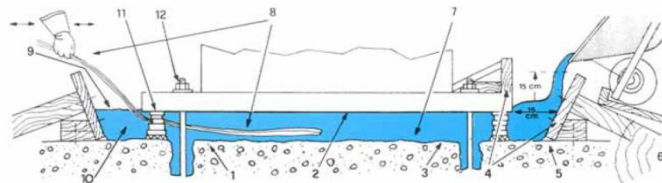

Рисунок 1: Схема применения MasterFlow 980 для высокоточной цементации оборудования.
4. Опалубка должна быть изготовлена из прочного водонепроницаемого материала в целях предотвращения вытекания состава MasterFlow 980 должна быть надежно заанкерована и подперта для того, чтобы выдержать давление состава после заливки и выравнивания. Со стороны, откуда будет заливаться MasterFlow 980, следует предусмотреть зазор в 150 мм между опалубкой (см. рис.1) и основанием станины оборудования. С боковых сторон следует предусмотреть зазор не менее 50 мм между опалубкой и боковыми сторонами станины. Для заливки MasterFlow 980 можно использовать различные растворонасосы, воронки и т.п.